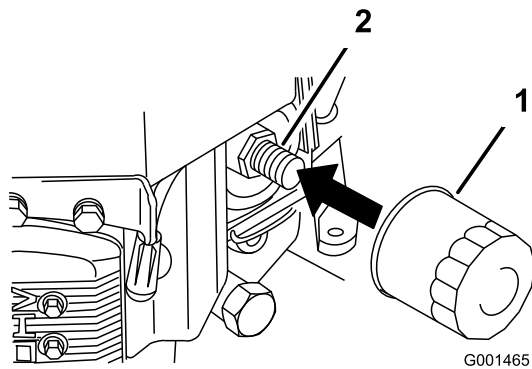

Bild 28
2. Entfernen Sie den alten Filter (Bild 28).
3. Ölen Sie die Gummidichtung am Ersatzfilter leicht mit Frischöl ein (Bild 28).
4. Montieren Sie den Ersatzölfilter am Filterstutzen. Drehen Sie den Ölfilter nach rechts, bis die Gummidichtung den Filterstutzen berührt. Ziehen Sie den Filter dann um eine weitere 3/4 Drehung fest (Bild 28).